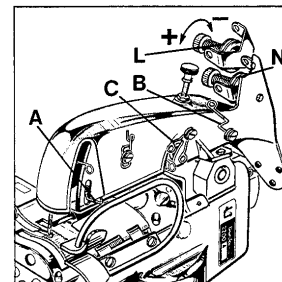

Fig.13
Set the needle thread take-up (A, Fig. 13) so that the needle thread contacts the hook (A) just when the needle thread loop leaves the looper point.
Ajuste el alimentador (A, Fig. 13) del hilo de tal manera que el hilo toque el gancho (A) cuando el lazo del hilo salga de la punta del looper.